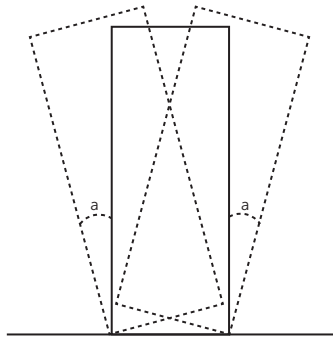

Abbildung 3-2 Neigungswinkel
- Der Neigungswinkel des Gehäuses muss die in Abbildung 3-2 dargestellten Anforderungen erfüllen. Der Winkel vor dem Auspacken:  $a \leq 15^\circ$ ; der Winkel nach dem Auspacken:  $a \leq 15^\circ$ .